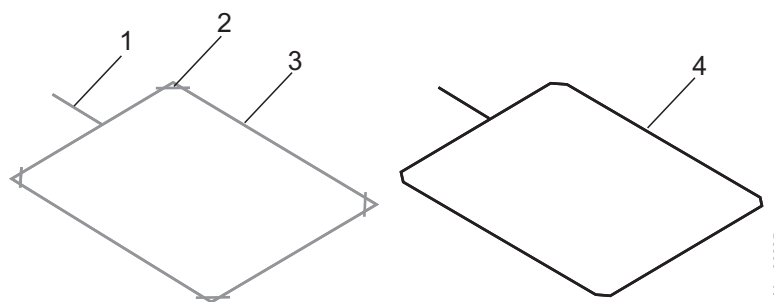

Fig. 21: Legge induksjonssyklus i bitumen, asfalt eller betong
1. Bruk en kappskive til å skjære ett 50 mm dypt spor i belegget eller asfalten. Sporet må ha samme dybde på alle steder. Kutt hjørnene til sporet Fig. 21 i 45°-vinkel.